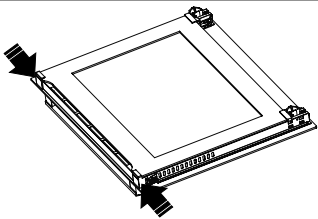
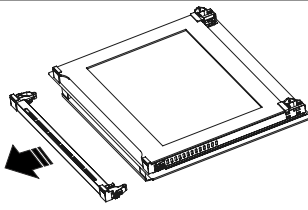
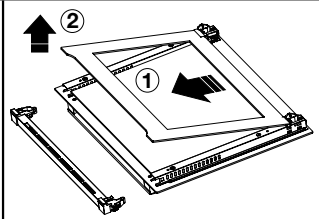

Abbildung 137
Abbildung 138
Abbildung 139
**1.** Drücken Sie auf die Kunststoffverschlüsse links und rechts, wie in Abbildung 137 gezeigt und heben Sie das Profil an, indem Sie es wie in Abbildung 138 gezeigt zu sich ziehen. Das Glas ist frei, nachdem das Profil wie in Abbildung 139 gezeigt, entfernt wurde. Ziehen Sie das frei gewordene Glas vorsichtig zu sich heran. Falls erforderlich, kann das mittlere Glas auf dieselbe Weise entfernt werden. Das äußere Glas ist am Ofentürprofil befestigt. Sie können die Gläser leicht reinigen, nachdem sie getrennt wurden. Sobald die Reinigung und Wartung abgeschlossen ist, können Sie die Gläser und das Profil austauschen, indem Sie den Entfernungsvorgang in umgekehrter Reihenfolge durchführen. Stellen Sie sicher, dass das Glas in der richtigen Richtung eingesetzt ist und das Profil richtig sitzt.